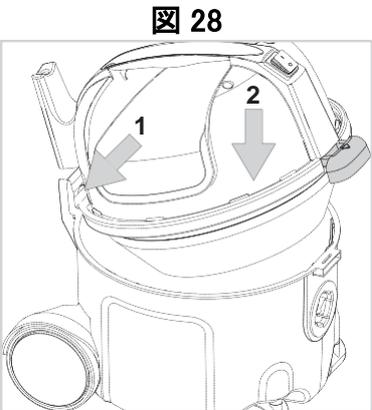
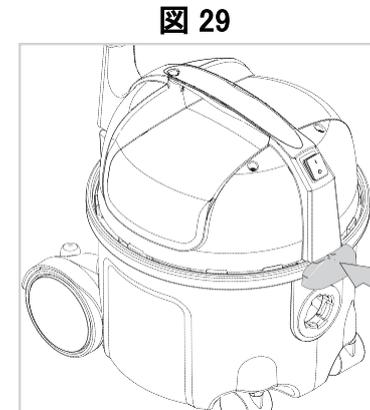

図 28
図 29
6. ハンドルを持って、後ろの位置を合わせてモータートップを取り付け(図 28)、ラッチを押してダストコンテナに固定します。(図 29)